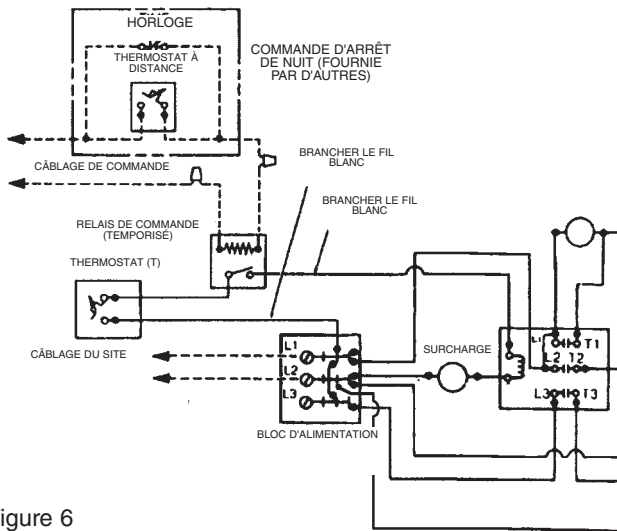

Figure 6
- Installer le relais de commande comme illustré sur la figure 6.